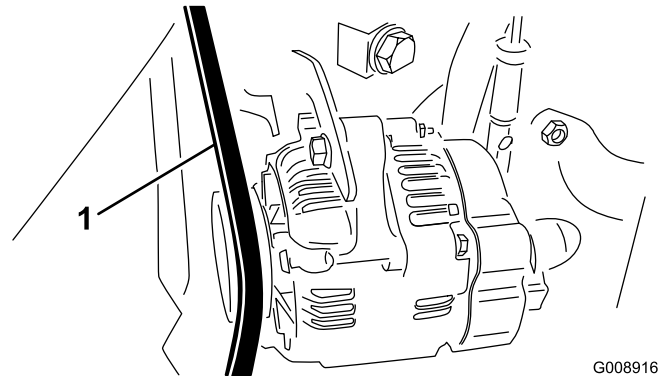

Figura 69
2. Verificate la tensione premendo sulla cinghia dell'alternatore/ventola, nel punto intermedio tra l'alternatore e le pulegge dell'albero a gomito con una forza di 30 Nm (Figura 69).